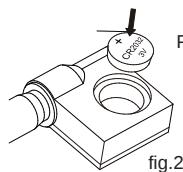

fig.2
---Coloque la pila CR2032 en su alojamiento, el lado positivo de la pila (+) debe mirar hacia fuera (fig.2).